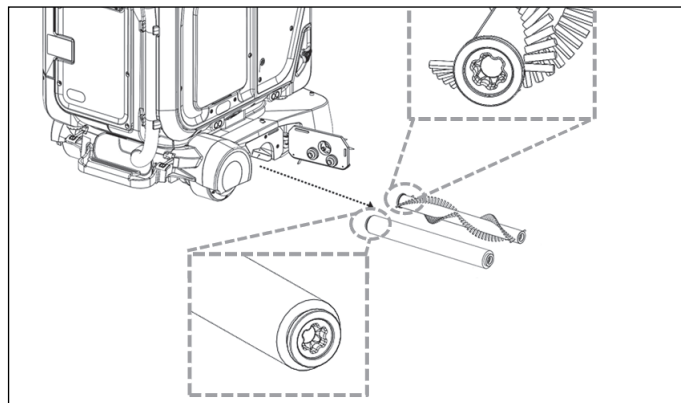
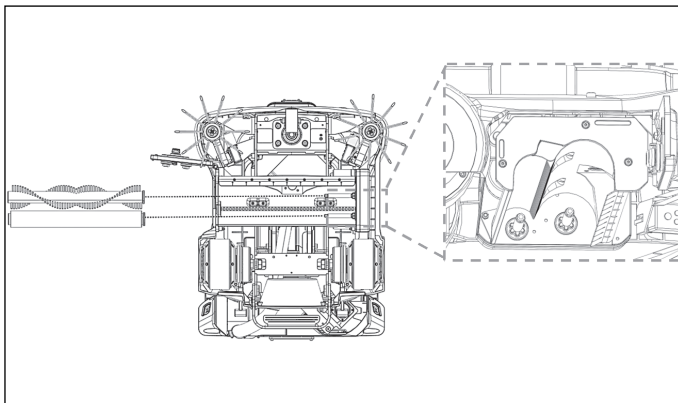

Abbildung 71
Abbildung 72
3. Überprüfen Sie das Ende der Bürste und der Walze mit der Ausrichtungs- und Verriegelungsvorrichtung und schieben Sie dann die Bürste in den Bürstenschlitz **(Abb. 71)**, **(Abb. 72)**.